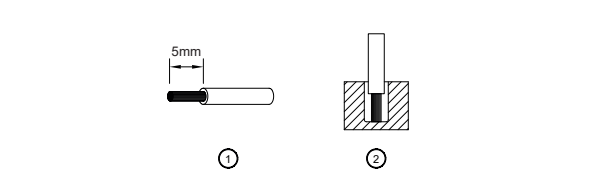

Figure 4
Um sichere und stoßfeste Anschlüsse gewährleisten zu können, sollte die Abisolierlänge 5mm betragen (siehe Abb. 4 (1)). Bitte sorgen Sie dafür, dass die Kabel vollständig in die Anschlussklemmen eingeführt werden, siehe Abb. 4 (2). Die Schraubklemmen müssen sicher befestigt und alle Drahtlitzen in die Klemmen eingeführt sein, um einen sicheren und maximalen Kontakt sicherzustellen.
(1)	0.83-3.3	18-12	4	3.5
(2)	0.33-3.3	22-12	4	3.5
To secure reliable and shock proof connections, the stripping length should be 5mm (see Fig. 4 (1)). Please ensure that the wires are fully inserted into the connecting terminals as shown in Fig. 4 (2). All wire strands must be fully inserted into the terminals with the screws securely fastened in order to ensure safety and maximum contact.